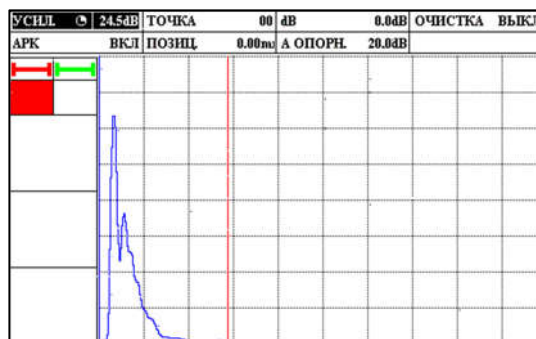

Рисунок 2.41 – Включение режима АРК
1. Включить функцию записи точек АРК («АРК – ВКЛ»), см. рис. 2.41.